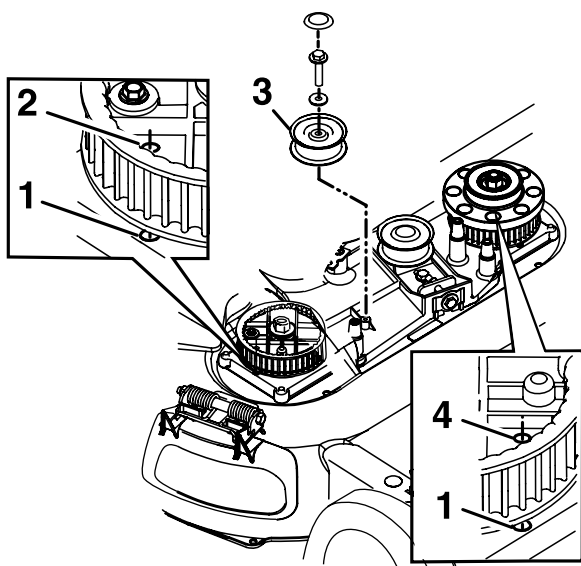

Bild 41
8. Entfernen Sie die fixierte Spannscheibe und die Befestigungen (Bild 41).
10. Fluchten Sie die Löcher in den rechten und linken Kettenrädern mit den Löchern im Gehäuse aus, wie in Bild 41 abgebildet.